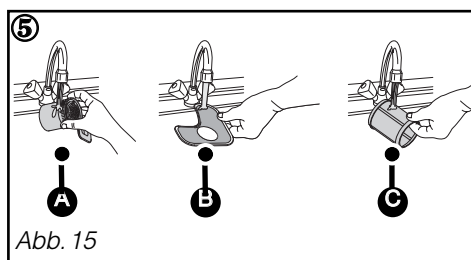

Abb. 15
② Den Siebeinsatz Ⓐ um eine Vierteldrehung aufdrehen und abnehmen.
③ Das Feinsieb Ⓑ herausnehmen.
④ Das Microsieb Ⓒ herausnehmen.
⑤ Die Filter Ⓐ, Ⓑ und Ⓒ sorgfältig unter fließendem Wasser reinigen (Abb. 15).